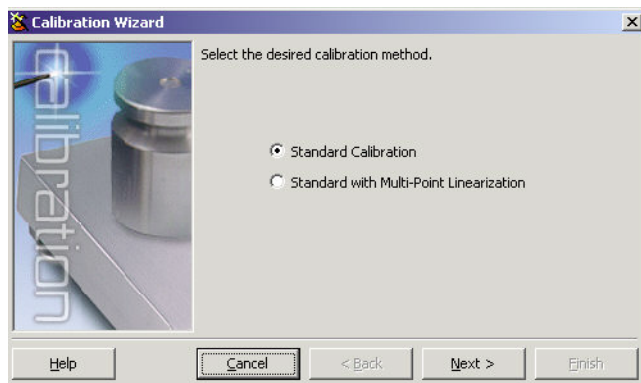

Figura 4-3. Calibration Wizard del iRev
1. En la primera pantalla del Calibration Wizard [Asistente de calibración] (ver la Figura 4-3), seleccionar si están ejecutando una calibración estándar (cero y alcance) o una calibración lineal multi-punto. Hacer clic en el botón *Next* [Próximo] para continuar.